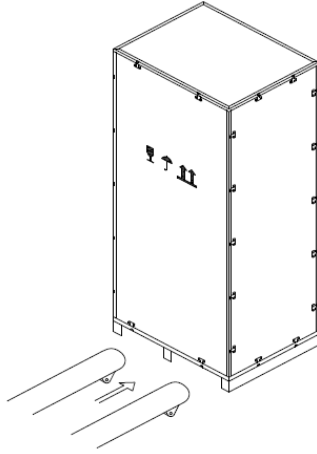

Figura 2-2 Transporte al sitio designado.
- 2) Transporte el equipo al sitio designado con un montacargas, como se muestra en la Figura 2-2.